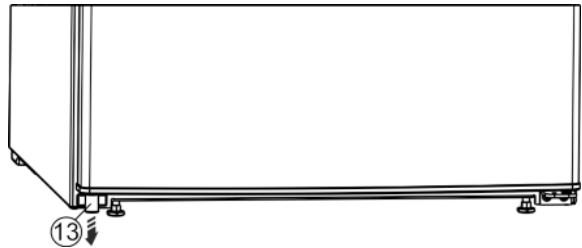

Fig. 4
- ▶ Demontați distanțatorul Fig. 4 (13) din partea inferioară stângă a ușii.